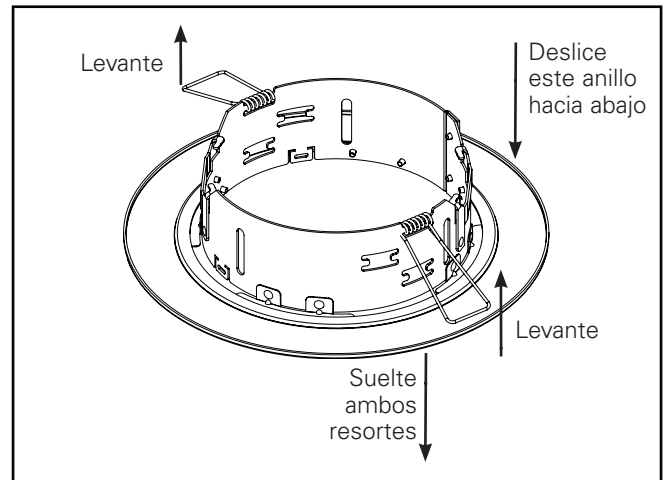

Figura 29
2. Doble los dos resortes para comprimirlos, tal y como se muestra en la imagen (Figura 29).
3. Con la superficie plana hacia abajo, deslice con cuidado el anillo adaptador sobre los dos resortes (Figura 29).